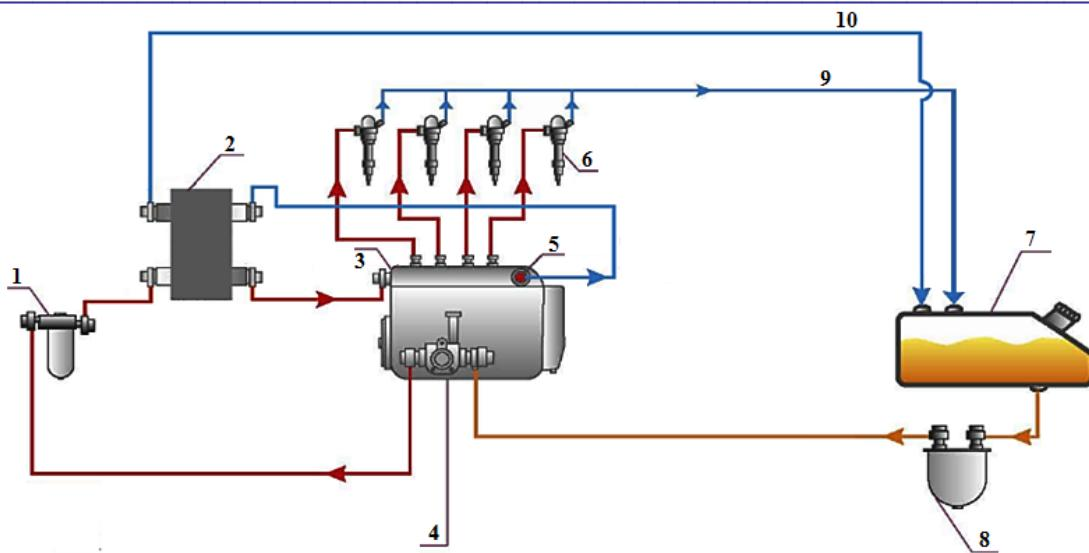

Рис.11. Установка подающей камеры на давление
1) Установка подающей камеры производится в топливную магистраль после ТННД (**на давление**) (см. рисунок 11).